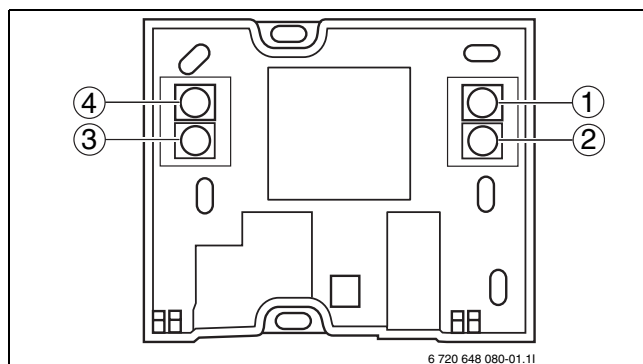

Bild 2 Anslutningar
- ▶ Kontrollera att de fyra kablarna är anslutna på kontakter enligt (→ Bild 2).
- ▶ Var noga med att ansluta rumsgivaren på korrekt sätt så att +12V, CANH, CANL och GND enligt (→ Bild 2) kopplas till motsvarande anslutningar ([31-34] eller [35-38]) på kretskortet (→ Bild 4). Se elschema Externa anslutningar i värmepumpens installationshandbok. För beskrivning av rumsgivare CANbus LCD, se värmepumpens installationshandbok.